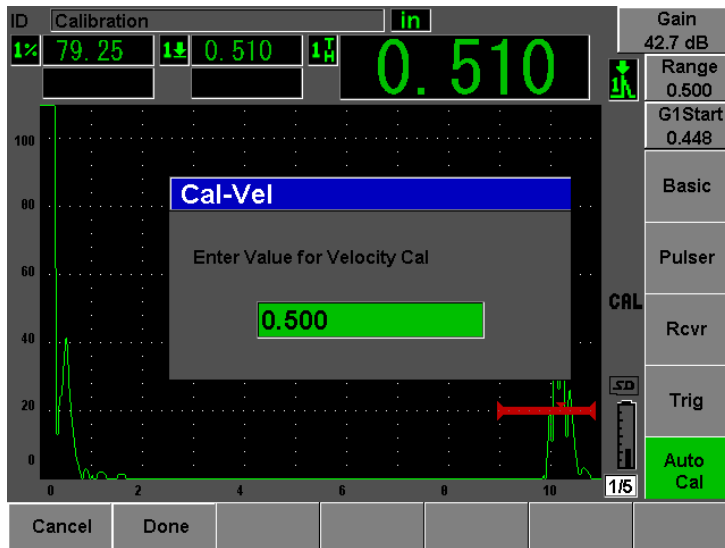

図 10-9 音速校正の板厚値を入力
16. “校正音速 : Cal-Vel” ダイアログボックスで、ゲート内指示の既知の板厚値に一致するように（ここでは、0.500 インチ）値を調整します。次に、“完了 : Done” を選択して、校正プロセスを完了します（171 ページ図 10-9 参照）。